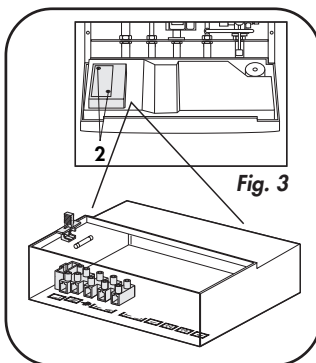

Fig. 3
- Soltar os 2 parafusos de fixação da tampa e então tem-se acesso às ligações eléctricas (fig. 3).